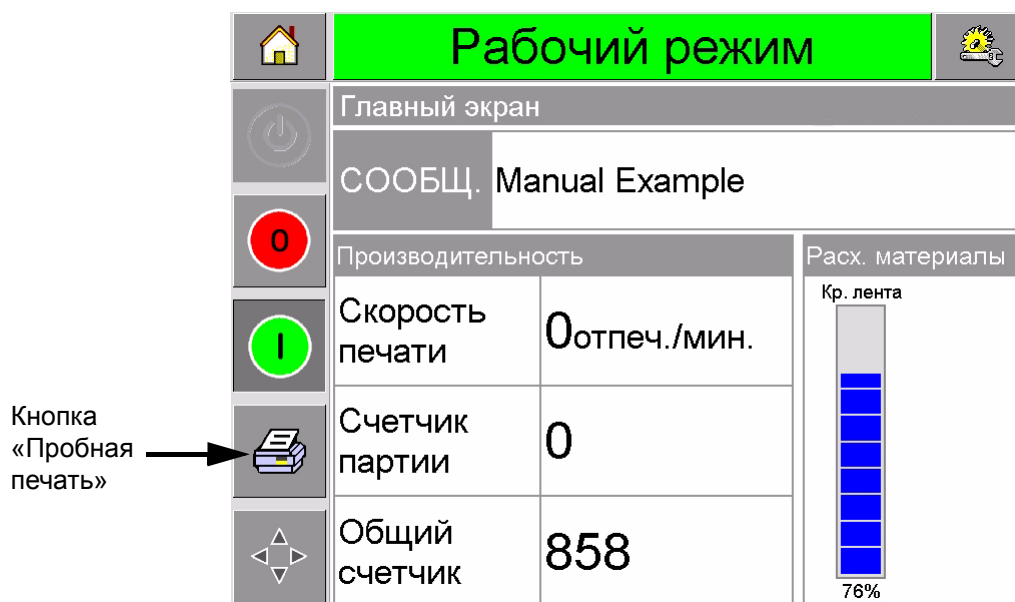

Рис. 3-13: Кнопка «Пробная печать»
Пробное изображение может быть напечатано до запуска печати принтера, чтобы проверить уровень качества печатного изображения. Кнопка "Печать тестового изображения" (Рис. 3-13) будет отображаться серым цветом, в случае, если данная функция была
- 3 Нажмите кнопку «Пробная печать» на панели управления системы CLARiTY (Рис. 3-13 на стр. 3-12). Принтер начнет печатать пробную страницу.